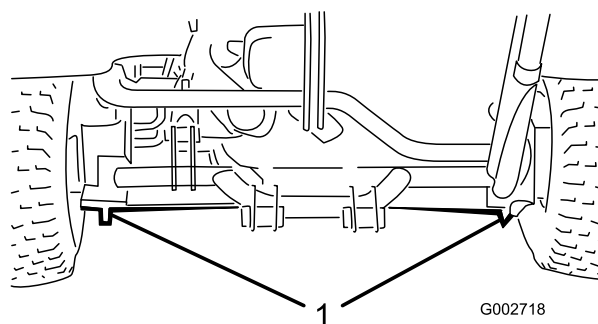

Bild 17
- Linke und rechte Seite: Unter dem hinteren Radmotor oder dem Rahmen (**Bild 17**).